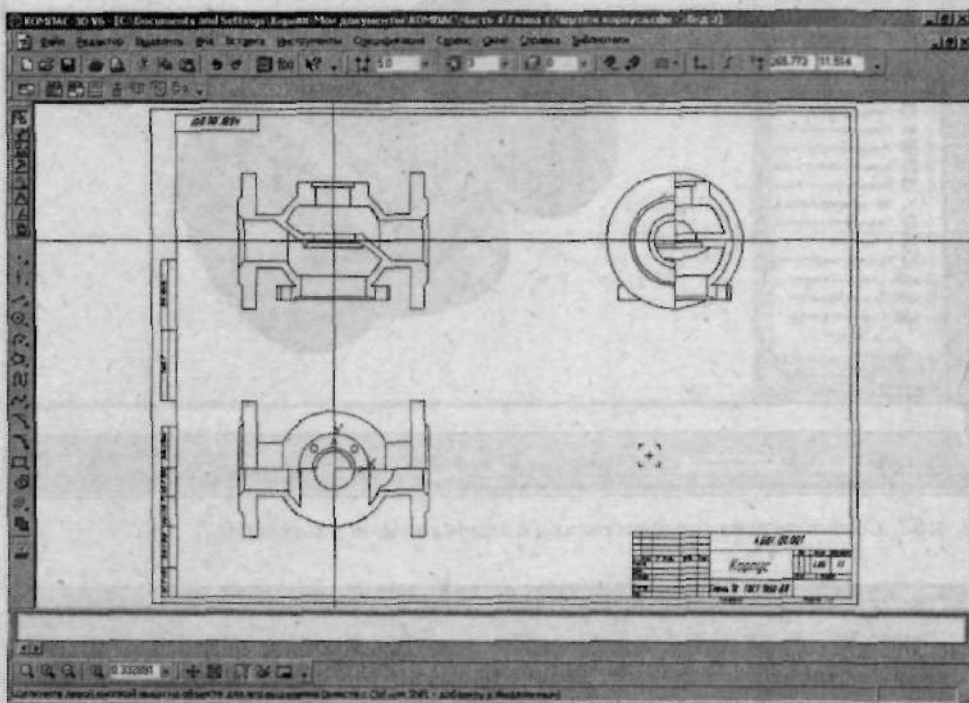

Рис. 4.54. Все необходимые виды построены
20. Перейдите в окно документа типа **Чертеж**. Аналогично тому, как это было сделано ранее, создайте вид — вид *#Сверху*. Разместите новый вид так, чтобы начало системы координат, связанной с видом спереди, лежало на одной прямой с началом системы координат создаваемого вида. Разрушите связь с моделью *Корпуса*. Итак, заготовка для дальнейшего оформления чертежа создана, результат представлен на рис. 4.54.